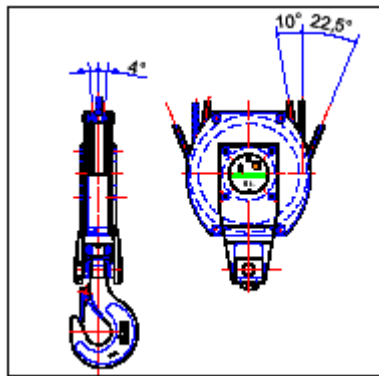
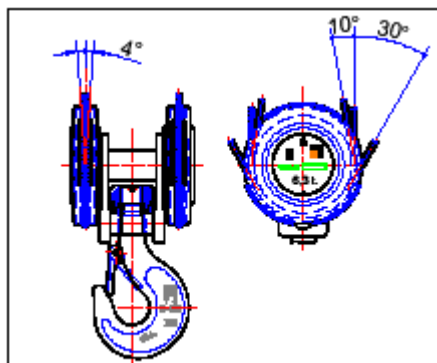

Fig. 4
Fig. 5
- Las aberturas del paso de cable en las cubiertas de protección deben permitir una desviación lateral máxima de 4° en el eje vertical de las poleas y 10° y $22,5^\circ$ en el eje lateral para la CUB (fig. 4), 20° y 30° de la CHA y CHB (fig.5)